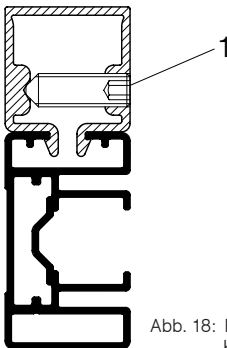

Abb. 18: Führungsschienenhalter mit Klemmschraube
- » Schrauben Sie die Klemmschrauben (1 – Abb. 18) mit einem 4mm Innen-sechskantschlüssel fest.